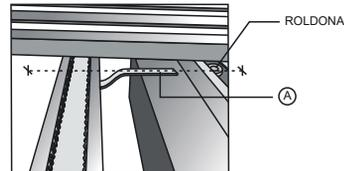

Figura 2
Obs. Com o portão aberto, alinhar o suporte (A) pela roldona do portão, e fixar com pontos de solda demonstradas na figura 2;